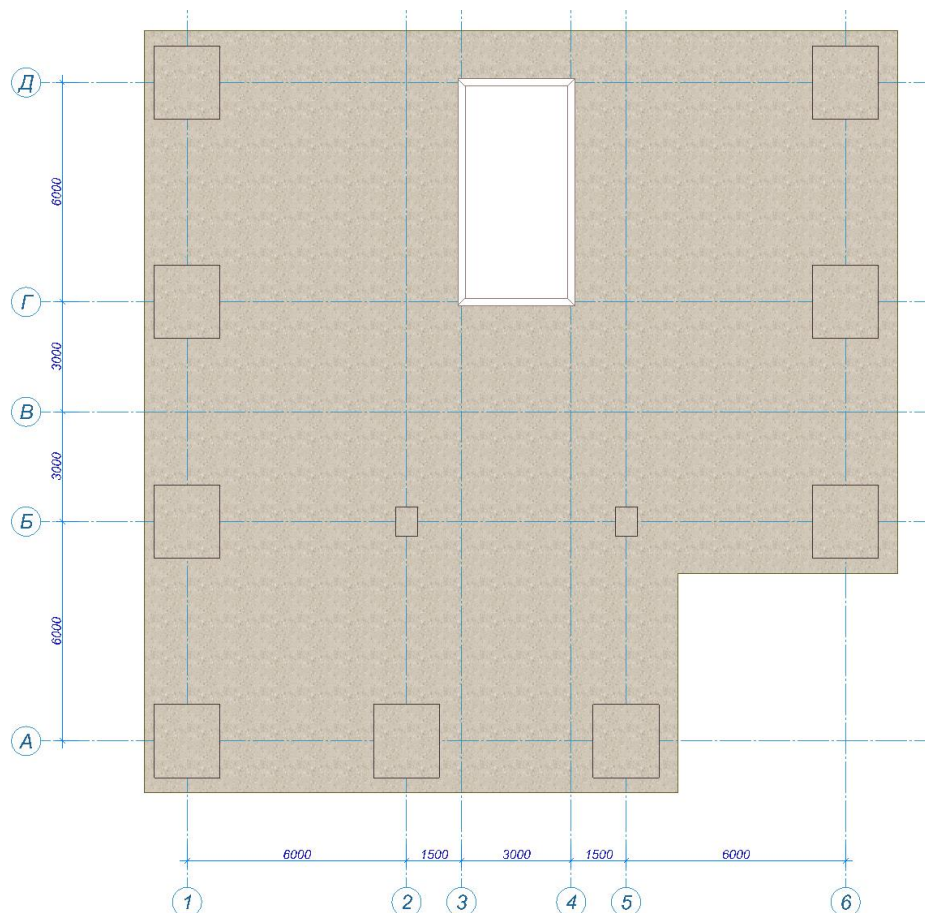

Рис.23.12. Расположение проема в плите перекрытия на виде сверху
- Задайте прямоугольное отверстие для лестничной клетки в ядре жесткости, вводя последовательного пару точек вершин прямоугольника по диагонали (рис.23.12).